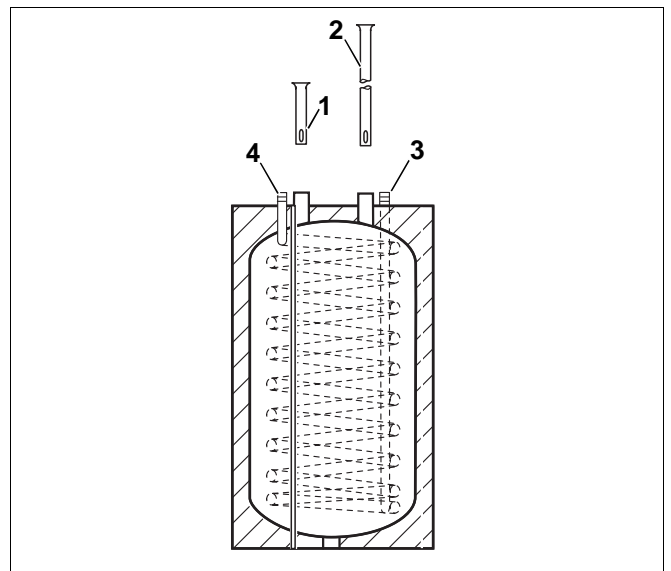

Abb. 7 Anschluss von oben: (Montage der Geräte übereinander)
Anschluss von oben (Abb. 7)
- Kurzes Tauchrohr von oben in AB eindrücken (Abb. 7, Pos. 1).
- Langes Tauchrohr von oben in EK eindrücken (Abb. 7, Pos. 2).
Legende für Abb. 7: